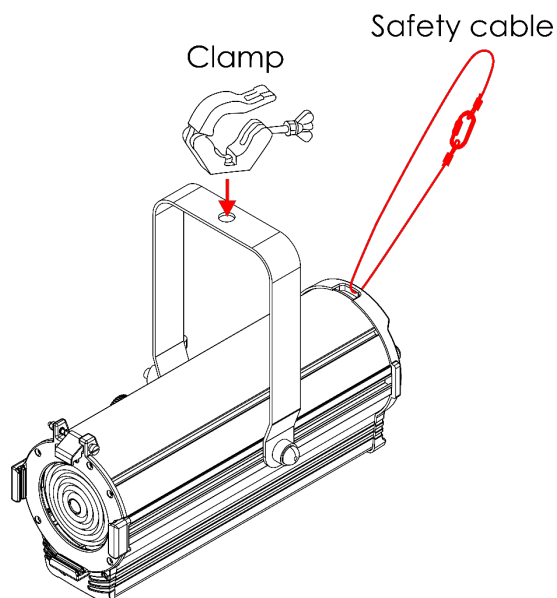

Fig. 07
- 01) Per fissare il dispositivo alla struttura di supporto, utilizzare un morsetto, come mostrato nella Fig. 07. Assicurarsi che il dispositivo non possa muoversi liberamente.
- 02) Assicurare il dispositivo con una sospensione secondaria, ad esempio un cavo di sicurezza. Assicurarsi che la sospensione secondaria sia in grado di sostenere 10 volte il peso del dispositivo. Se possibile, la sospensione secondaria deve essere collegata a una struttura di supporto indipendente dalla sospensione primaria. Far passare il cavo di sicurezza attraverso l'**occhiello di sicurezza (02)**, come illustrato nella Fig. 07.